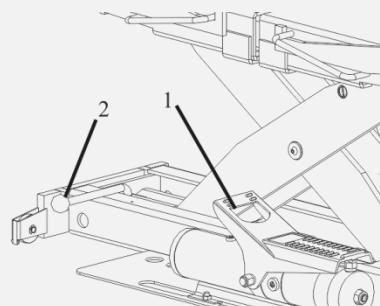

Рисунок 39
1. Без нагрузки выжмите педаль (1/рисунок 39) насоса, чтобы поднять траверсу на весь ход штока, для проверки работоспособности.
2. Проверьте защелки безопасности, подняв траверсу до первой безопасной позиции (высота около 444 мм) и потом, подняв траверсу, высвободите защелки безопасности в то же время поверните рычаг безопасности (2/рисунок 39).
3. Проверьте защелки безопасности, подняв траверсу до второй безопасной позиции (высота около 351 мм) и потом, подняв траверсу, высвободите защелки безопасности в то же время поверните рычаг безопасности (2/рисунок 39).